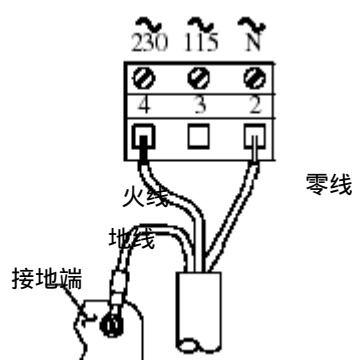

图 2-9 连接 230V 单相电源到序列号前缀为“B”的测定仪
- 对序列号前缀为“A”或无的测定仪，连接到 TB3 的“ground symbol(接地标记)”接线端 1 上。(图 2-9、2-11 或 2-13)。